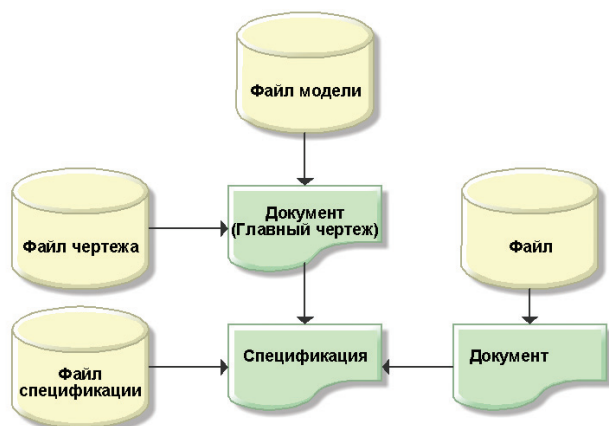

Рис. 5. Способ №2 хранения файлов в файловом составе документов TechnologICS
- 2. Файл модели и файл чертежа содержатся в файловом составе одного документа TechnologICS (рис. 5). Этот способ является универсальным и применим как для 3D CAD-систем, так и для 2D CAD-систем.